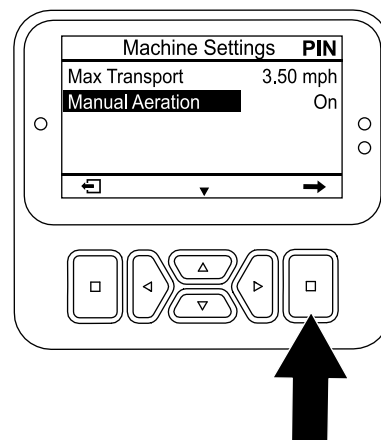

Figure 113
5. Appuyez sur le bouton vers le bas jusqu'à ce que l'option MANUAL AERATION (aération manuelle) soit sélectionnée, puis appuyez sur le bouton de sélection (Figure 113) pour régler l'aération manuelle sur ON (activée).